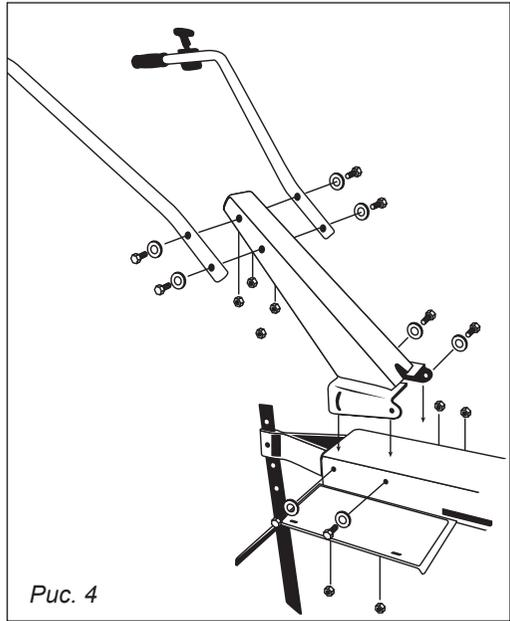

Рис. 4
3. Установите сошник, *рис. 4.*
4. Установите опору руля и зафиксируйте с помощью болтов (болты полностью не затягивать), *рис. 4.*